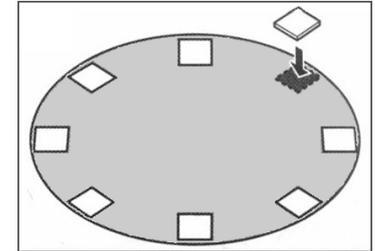

fig. 8
- c) Togliere le guide inferiori e le placche base e collocare le mattonelle attorno al circolo dove si trovavano le placche base (fig. 8).